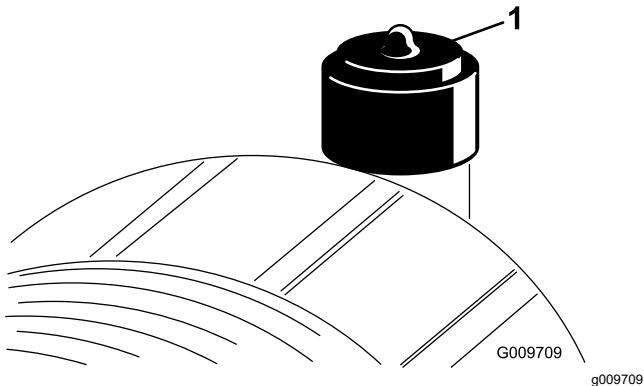

図 72
エアクリーナのフィルタの整備は、インジケータ図 72が赤色になってから行ってください。早めに整備を行っても意味がありません。むしろフィルタを外したときにエンジン内部に異物を入れてしまう危険が大きくなります。
8. インジケータ図 72 が赤になっている場合はリセットする。